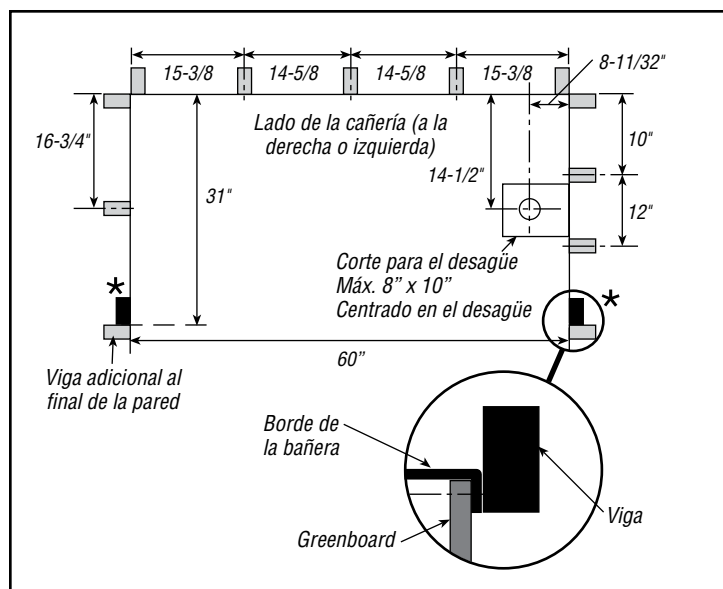

Figura 1 Reemplazo de vigas y ubicación del desagüe
2. Las vigas de las paredes deben estar ubicadas como se muestra en la figura 1 y deben estar a escuadra. Es importante que las vigas estén ubicadas como se indica (*) para poder fijar el ala de cada lado de los bordes de la bañera. Las demás vigas deberán estar ubicadas de acuerdo con las normas locales de construcción.
Construya una pared de vigas de 2 x 6 para el extremo con las cañerías. Coloque tiras de recubrimiento en las paredes de mampostería en los mismos lugares que las vigas de la figura 1.